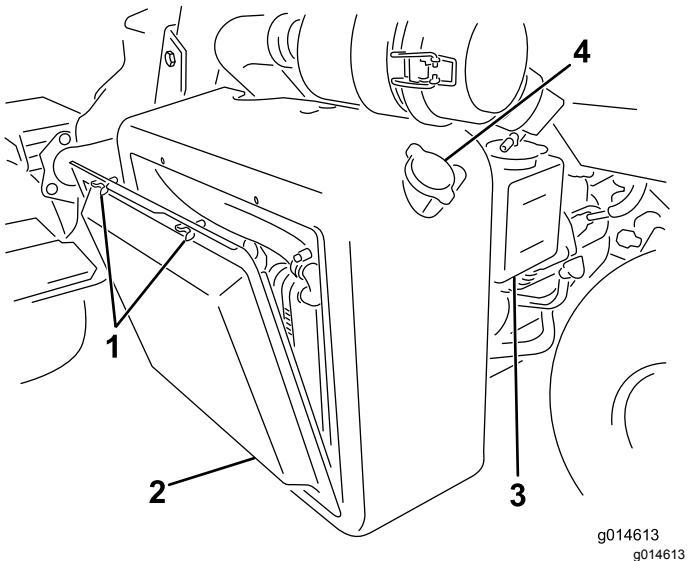
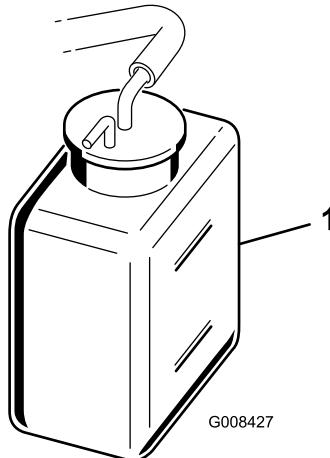

Рисунок 37
Рисунок 38
- Снимите решетку радиатора (Рисунок 37).
2. Проверьте уровень охлаждающей жидкости (Рисунок 37 и Рисунок 38).